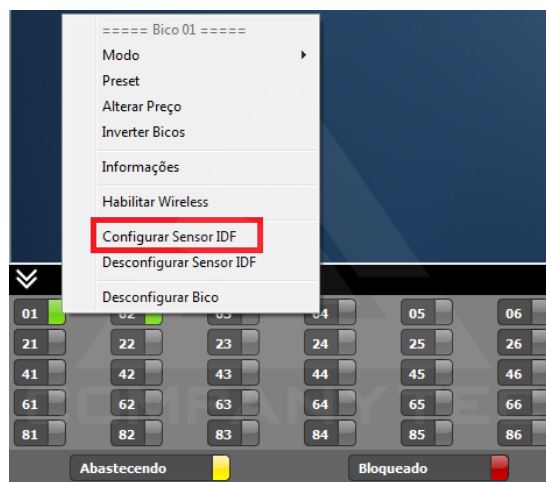

Figura 10 - Configurando Leitor Ibutton HRSConsole
- Clique com o botão esquerdo do mouse sobre o(s) bico(s) e selecione “Configurar Sensor IDF”, conforme Figura 10 - Configurando Leitor Ibutton .